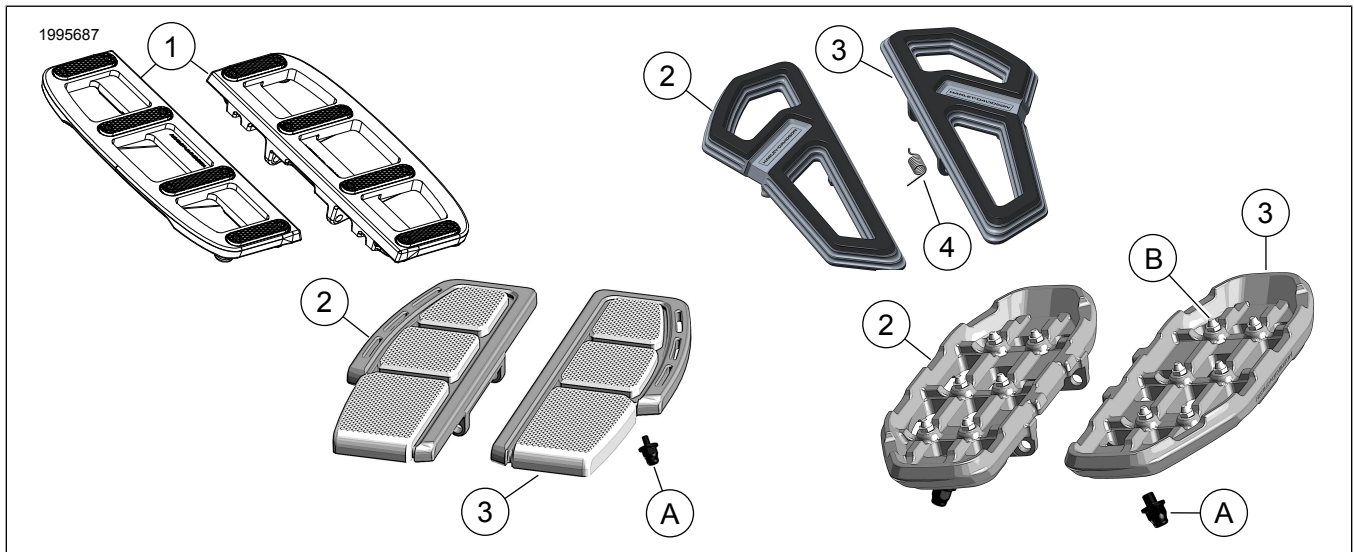

Figura 1. Conteúdo do kit: Componentes do estribo do motociclista
- b. **Kits 50501938, 50501939, 50501945:** Figura 1 Insira a extremidade mais curta da **nova** mola de torção (4) no furo mais à frente no estribo.
- c. Mantendo a mola de torção (2) no lugar, instale o estribo e a mola de torção no suporte de montagem.
- d. Instale o pino de segurança (1).
- e. Instale o anel elástico (3).
- f. Gire o estribo para cima e pressione a mola de torção (2) na abertura do suporte de montagem.
2. Verifique se o estribo se move livremente no pino de segurança (1).